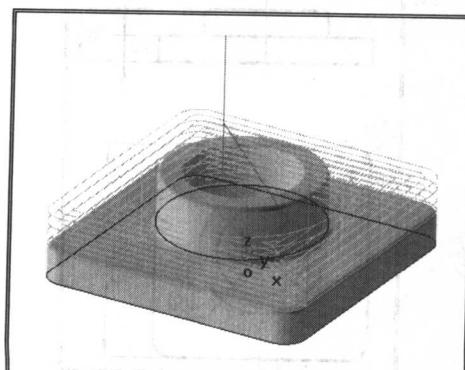

图 0-20 生成的加工轨迹
④ 根据状态栏提示，拾取底面边界线为加工轮廓，拾取凸台边界线为岛。选择结束后单击右键结束拾取，系统开始计算加工轨迹，完成后的加工轨迹如图 0-20 所示。
⑤ 单击【应用】→【轨迹仿真】命令，将立即